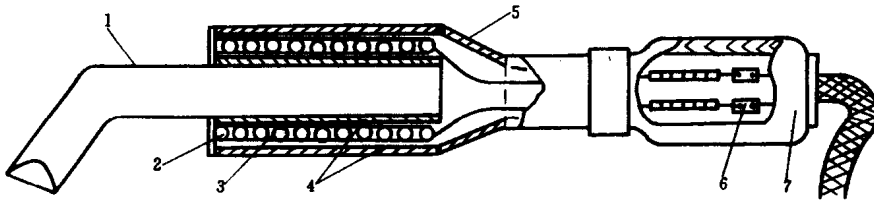

图 1-7 外热式电烙铁结构图
(1) 外热式。普通外热式电烙铁结构简单，工作性能可靠，其工作原理是电热丝通电发热，铜焊头插入电热丝内铁管而被加热。缠绕电热丝的空芯管有铁管和瓷管两种，铁管外面和电热丝层间以及电热丝外侧均要用云母片绝缘。外热式电烙铁的发热元件在铜焊头外面，热量容易散失，效率较低，其结构如图 1-7 所示。